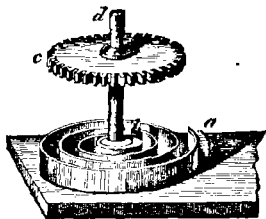

Fig. 146.
6. Un perfectionnement considérable, introduit dans l'art de l'horlogerie vers le commencement du règne de Louis XI (1461-1483), donna une grande extension à la fabrication des horloges de chambre : ce fut l'emploi d'un ressort d'acier tourné en hélice (fig. 146), et qui, enfermé dans un barillet, ou tambour, remplaça le poids moteur seul employé jusqu'alors². On en attribue l'invention à un horloger parisien nommé Carovage³. Ce *ressort-moteur*, comme on le nomme, pouvant se mouvoir facilement dans un espace étroit, rendit possible l'exécution d'horloges portatives des formes les plus variées, ce qui permit de les placer sur les meubles, sur les cheminées, partout enfin où leur ancienne forme et la présence des poids les avaient fait exclure.
2. Comme le montre la fig. 146, l'une des extrémités du ressort-moteur est fixée au bâti *a* de l'horloge, et l'autre à une tige *bd* qu'on peut faire tourner avec une clef, et qui, en outre, porte la roue motrice *c*. On conçoit que, lorsqu'on fait tourner la tige *bd* dans un sens convenable, les spires du ressort se resserrent et celui-ci se tend. Quand, au contraire, on cesse d'agir sur la clef, les spires tournent en sens inverse pour se desserrer et, entraînant la tige *bd*, la font tourner ainsi que la roue.